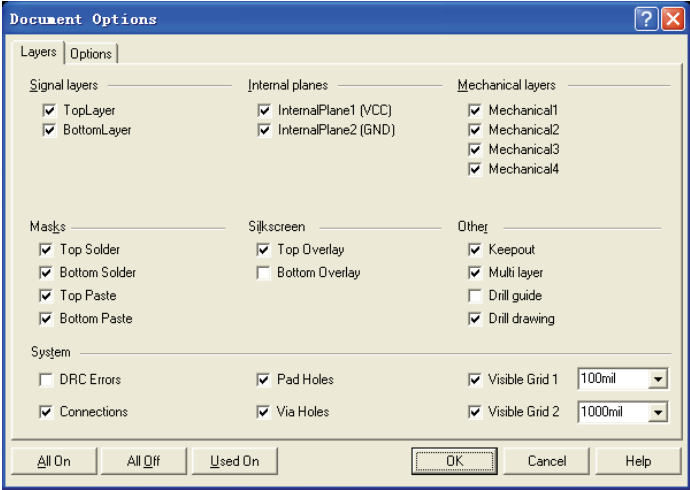

图 6-60 “Document Options” 对话框
- 执行该命令后，系统将会弹出 “Document Options (设置工作层)” 对话框，如图 6-60 所示。